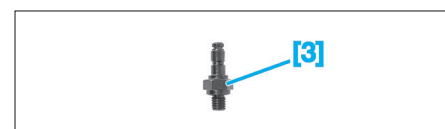

Fig. 36
- [3]. Adaptateur pour prise de pression d'huile sur le filtre à huile (réf : 1503-J) (Fig.36).